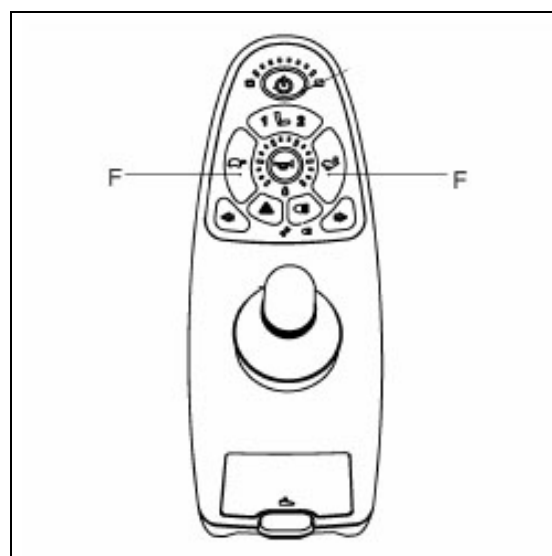

Figure 3.8
- Avec le régulateur de vitesse (F dans la fig. 3.8) du boîtier de commande type 'Shark seats & lights'.